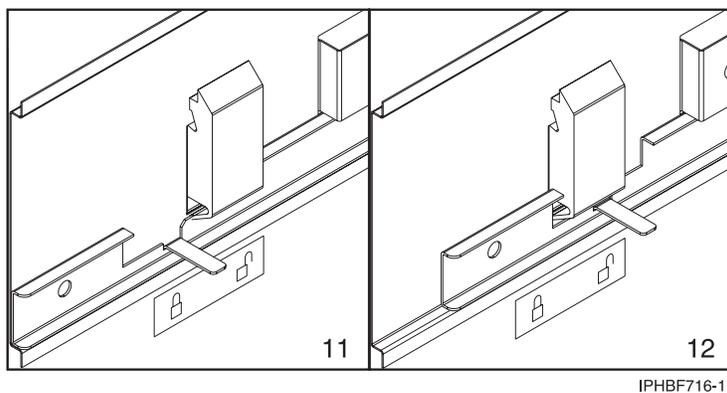

Figure 100. Positionnement de l'autocollant Verrouillé/Déverrouillé sur le panneau
- e. Placez un autocollant Verrouillé/Déverrouillé sur la partie intérieure du panneau afin que le taquet se trouve sur le symbole Verrouillé lorsque la glissière est en position de verrouillage (11) (voir la figure 100, à la page 108) et sur le symbole Déverrouillé (12), lorsque la glissière est déverrouillée.